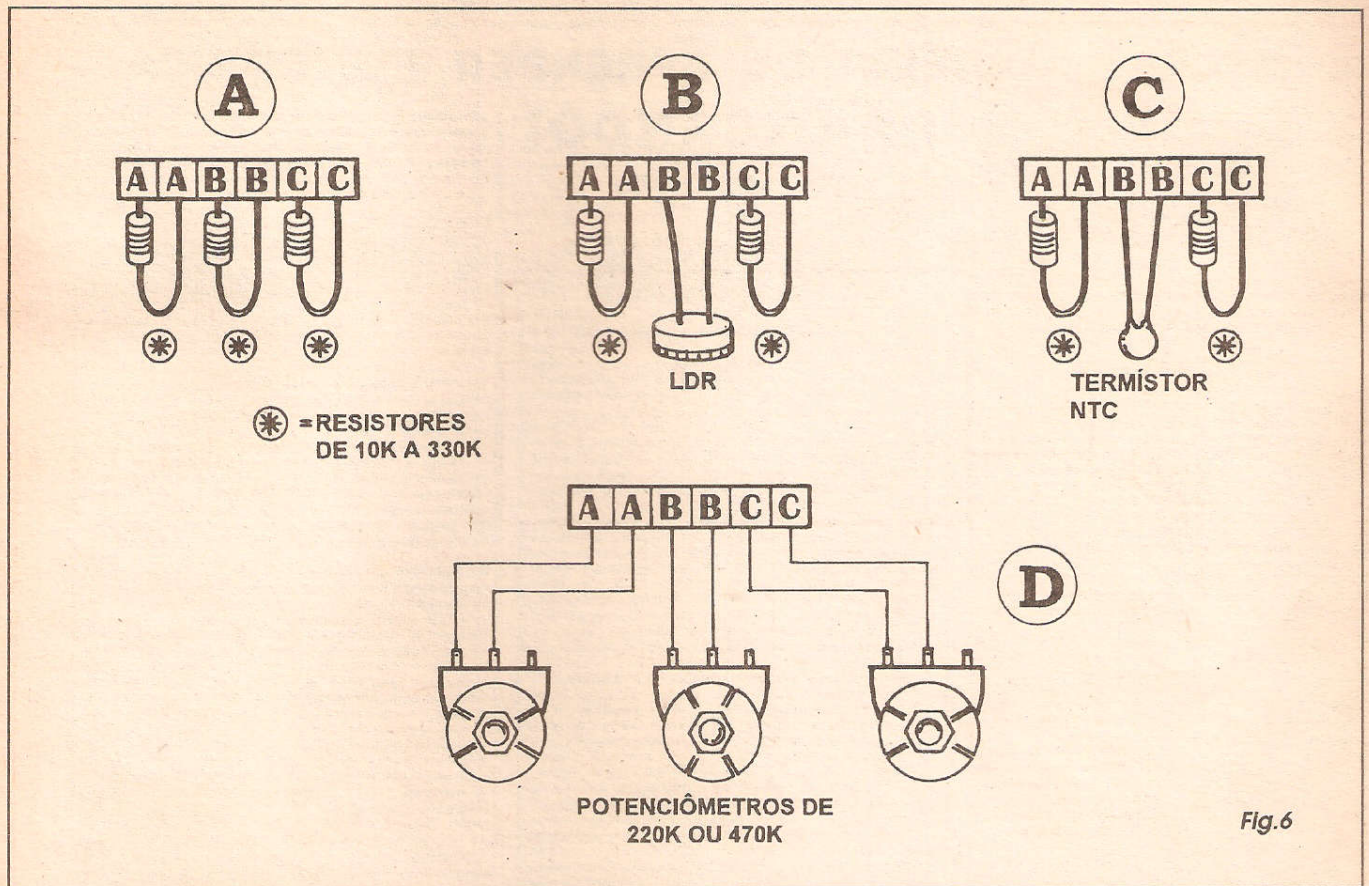

Fig.6
- FIG. 6 - ESTABELECENDO AS PROGRAMAÇÕES EXPERIMENTAIS... -